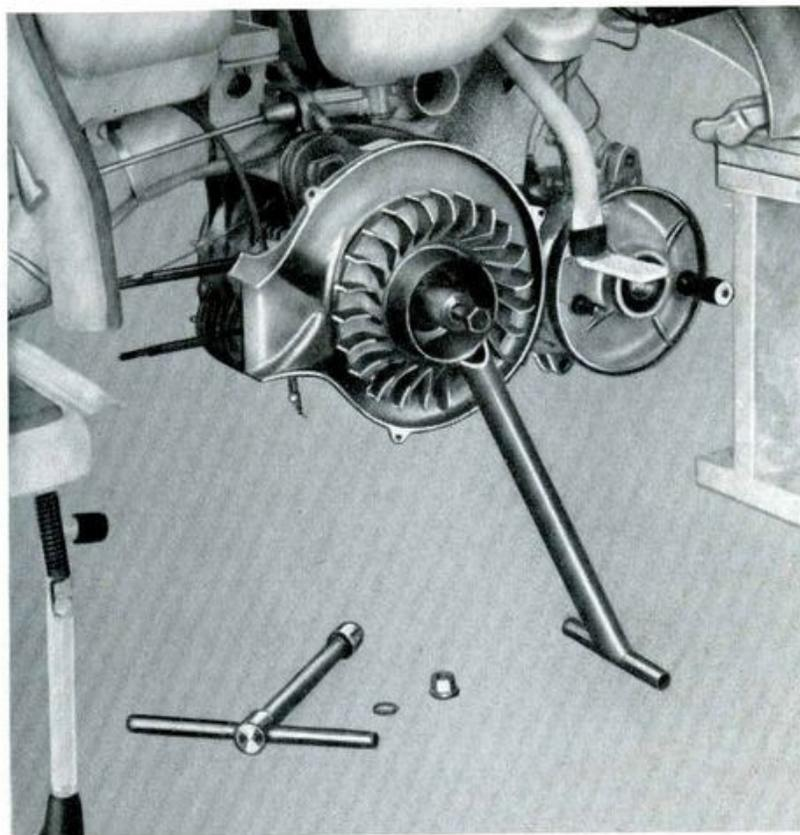

Fig. 16
- op. 31 - Estrarre il volano: applicare gli attrezzi n. 37058 estrattore per volano magnete e n. 58013 per fermo volano alla rotazione. Vedi fig. 16.